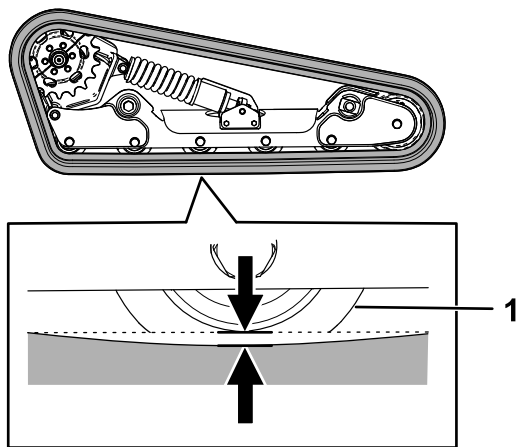

Figura 56
Eleve/apoye 1 lado de la máquina y, con el peso de la oruga, compruebe que el espacio entre la parte inferior del reborde de la rueda de rodaje y la oruga es de 13 mm, tal y como se muestra en la Figura 56. Si no es así, ajuste la tensión de las orugas usando el procedimiento siguiente.
5. Usando una llave de carraca de ½", gire el tornillo tensor hasta que la flexión de la oruga sea de 13 mm, tal y como se muestra en la Figura 56.
9. Compruebe que la flexión de la oruga es de 13 mm, tal y como se muestra en la Figura 56. Ajústelo si es necesario.
la flexión de la oruga sea de 12,7 mm, tal y como se muestra en la Figura 56.
25. Compruebe que la flexión de la oruga es de 12,7 mm, tal y como se muestra en la Figura 56.